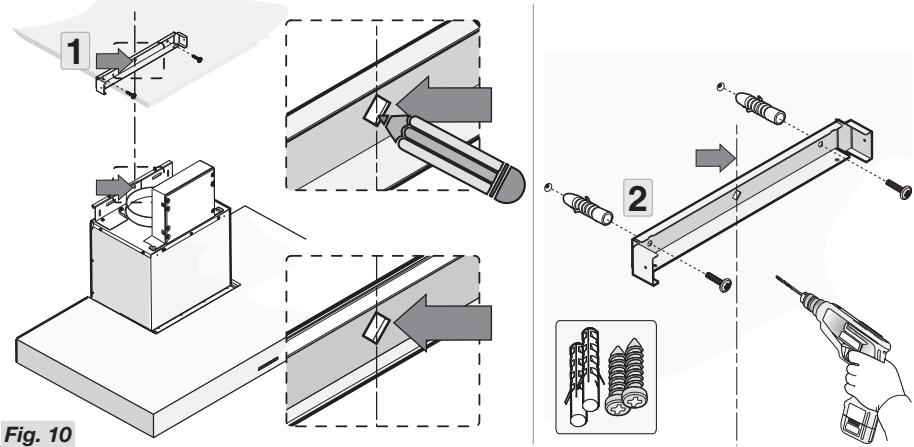

Fig. 10
- Placér beslaget med målene, som angivet i figur 1 og gør det fast med de medfølgende skruer og plugs (fig. 10).